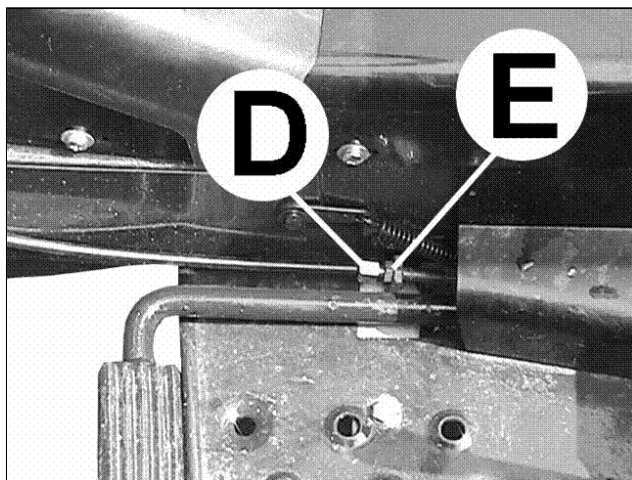

Fig.2
- allentare il dado **E** (fig. 2).